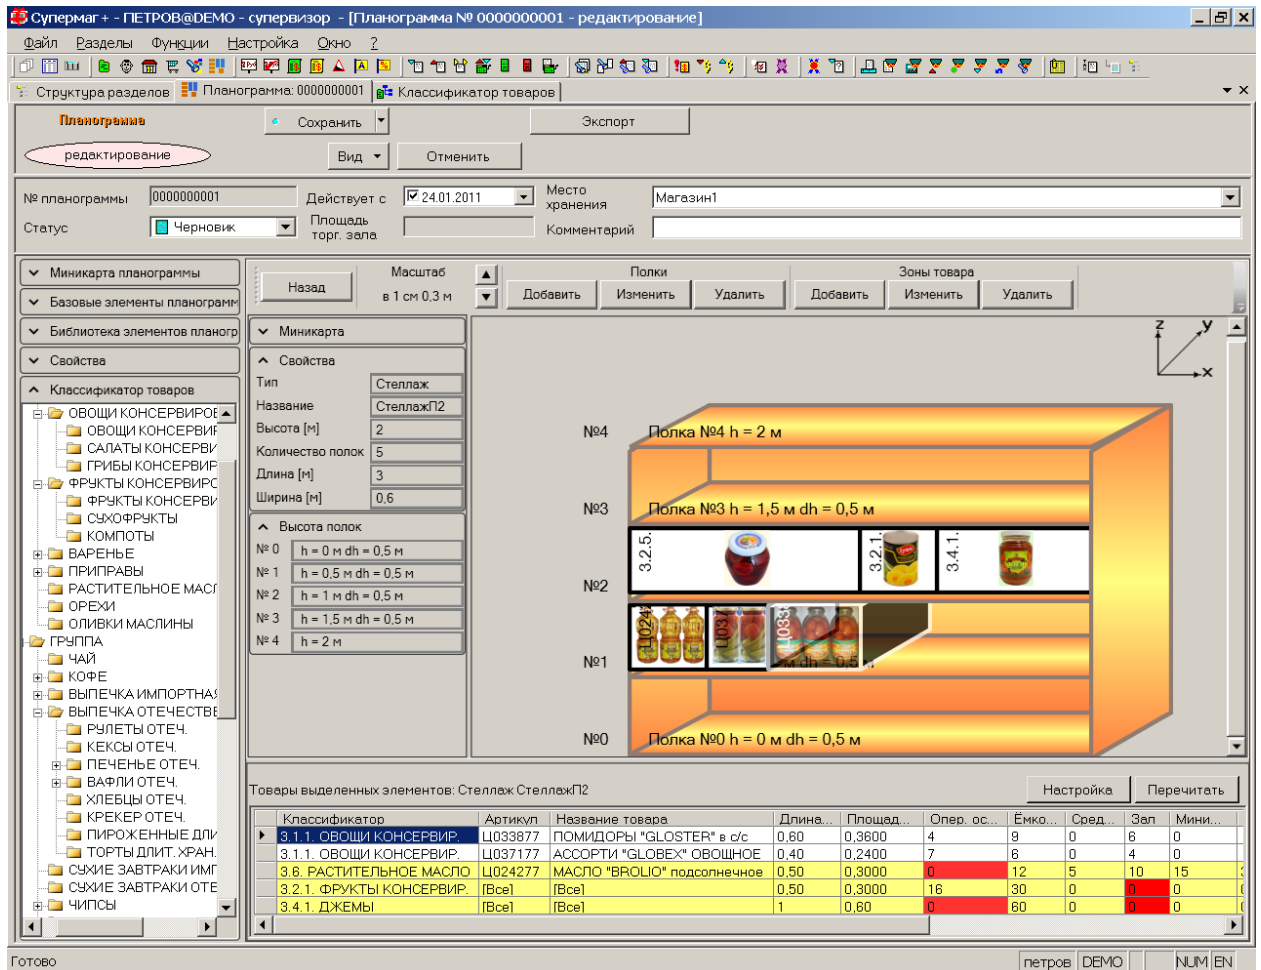

Рисунок 112 – Изображение товара
- б. Если такое изображение сохранено для артикула или группы классификатора, то доступен режим отображения **Изображение** (Рисунок 112):